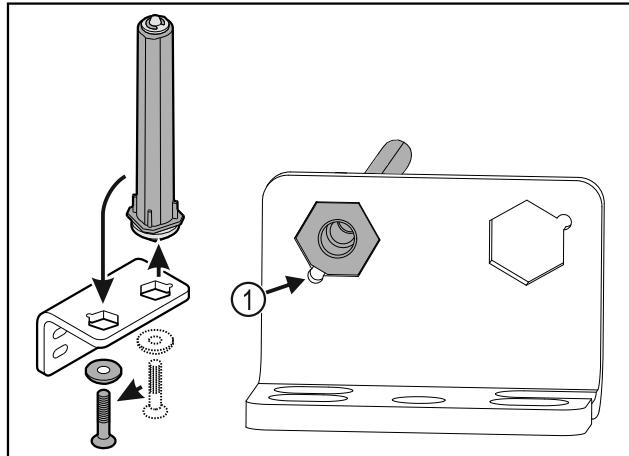

Fig. 29
- Uzmaniet, lai ievietošanas laikā tapas nošļauvums Fig. 29 (1) būtu vērsts pret apaļo caurumu.